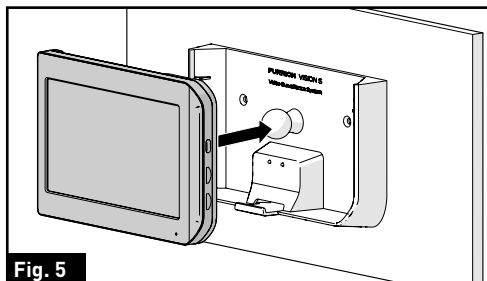

Fig. 5
5. Alinee el monitor con el soporte instalado y presione firmemente hasta que el punto de señalización se bloquee en el monitor. (Fig. 5)